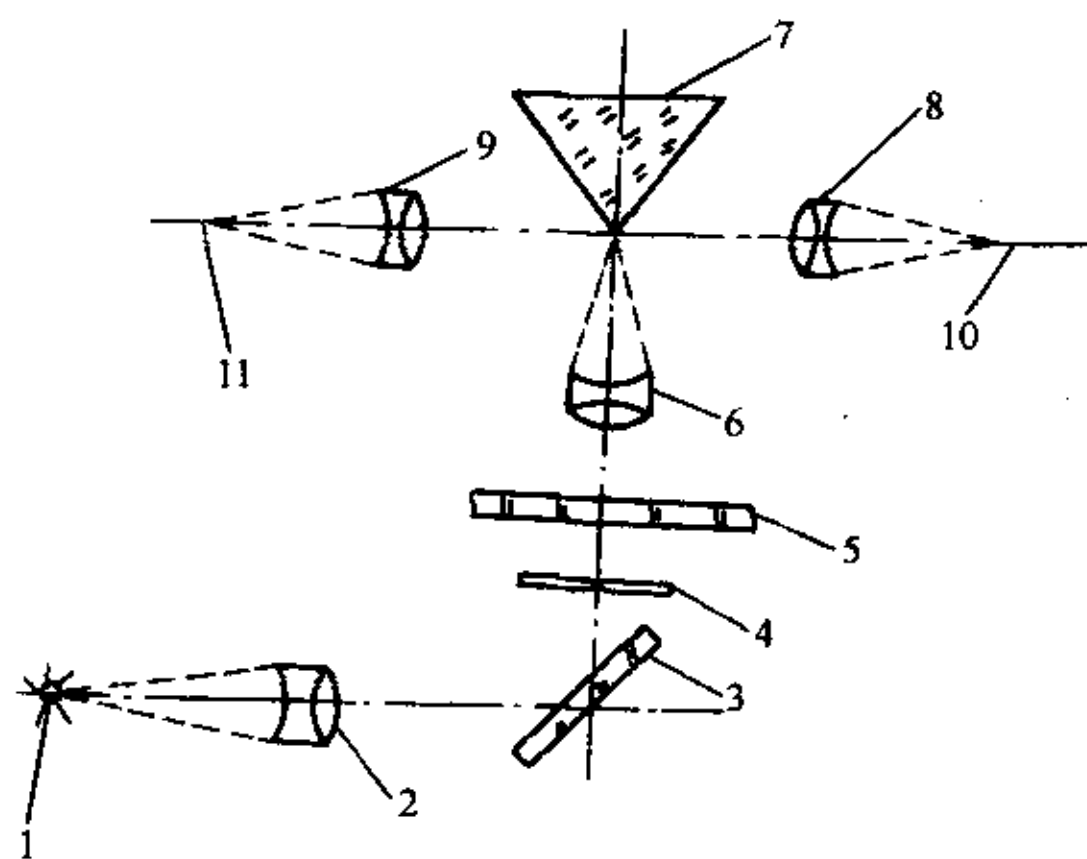

图1 光路部分结构示意图
5. 本仪器由光路部分、电路部分、样品运行机构和自动记录部分所组成(光路部分结构示意图如图1)。